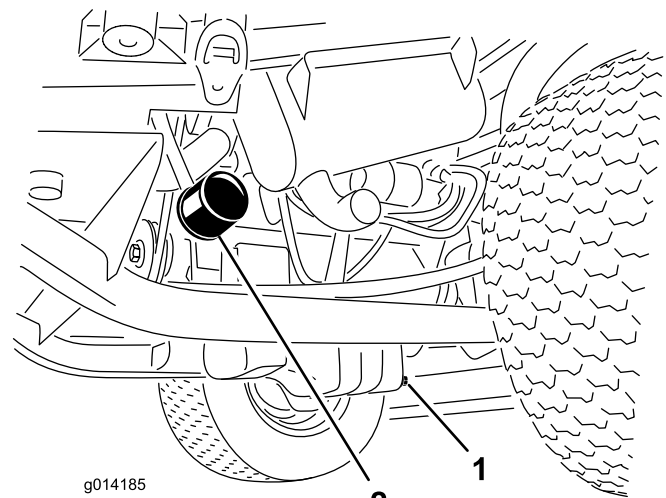

図 28
3. オイルフィルタ 図 28 を外す。
1. ドレンプラグ (図 28) を外してオイルを容器に受ける。